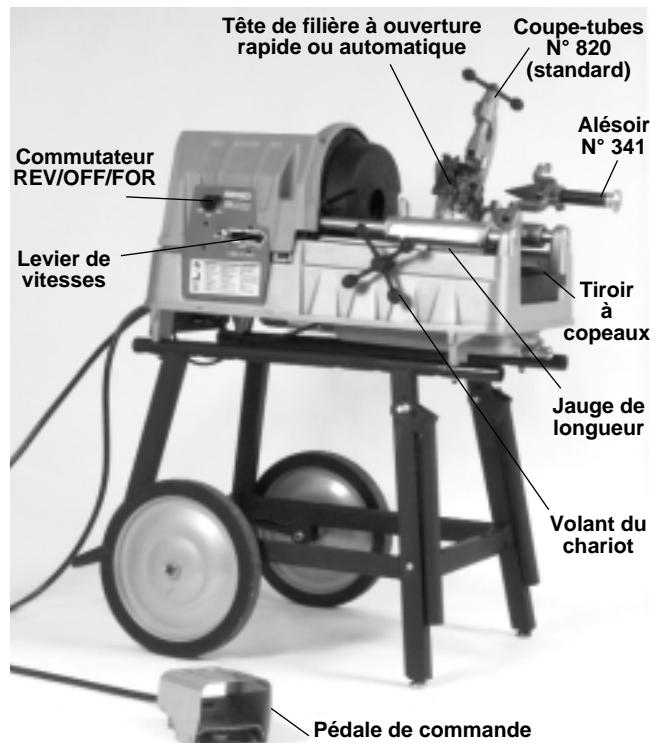

Figure 5 – Machine à fileter automatique pour tuyaux et boulons Modèle 535
1. Vérifiez que la machine à fileter est débranchée et que son commutateur est en position OFF (arrêt) (Figure 5)
4. Vérifiez que la pédale de commande est présente et qu'elle est reliée à la machine à fileter (Figure 5).